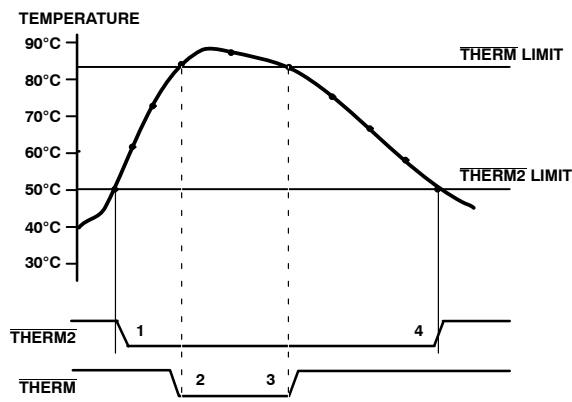

Figure 20. Operation of the **THERM** and **THERM2** Interrupts
Figure 20に、**THERM**と**THERM2**を連動させて実装する、2つのシステム冷却方法を示します。この例では、**THERM2**リミットは、**THERM**リミットよりも低く設定されます。**THERM2**出力はファンをオンにするのに使用します。温度が上昇し続けて**THERM**リミットを超えると、**THERM**出力がCPUの動作を抑制することによって冷却を追加します。
- **THERM**出力は、温度が**THERM**リミットからヒステリシスを減算した値まで低下するとデアサート(“H”になる)されます。Figure 20には、ヒステリシス値は示してありません。